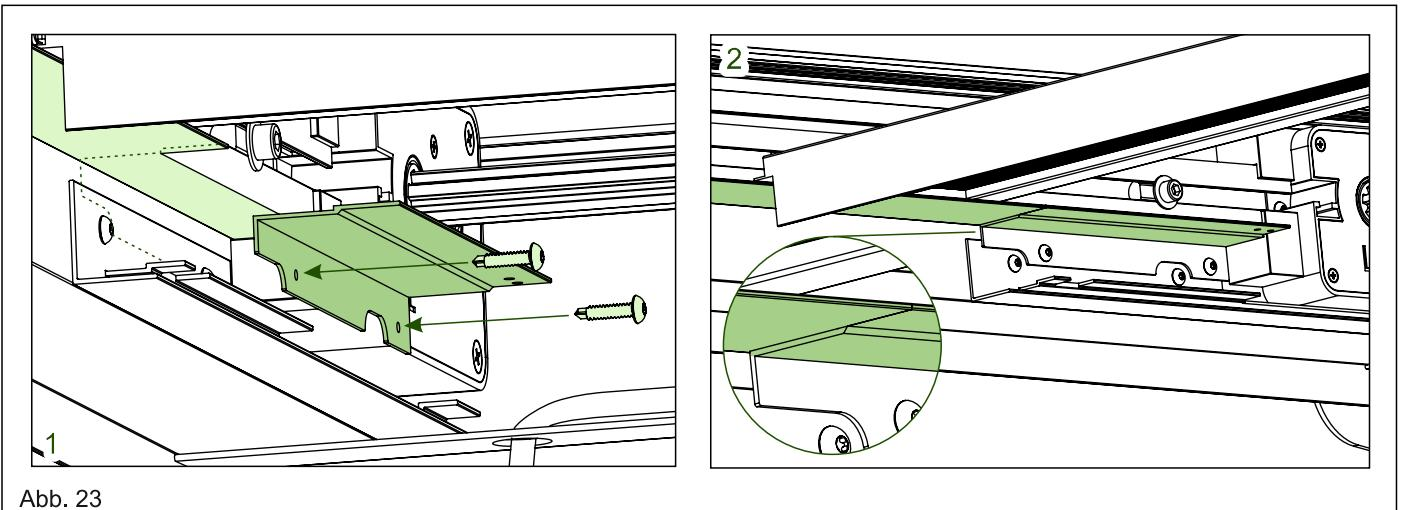

Abb. 23
- 24.** **1.** Befestigen Sie die Laufschienenerweiterungen beidseitig mit jeweils zwei Schrauben an den vorgesehenen Öffnungen der Laufschienen. **2.** Achten Sie darauf, dass die äußeren Enden der Erweiterungen bündig mit den Laufschienen abschließen – es darf dabei kein Spalt entstehen. Zudem sollten die Aussparungen der Erweiterungen nach unten ausgerichtet sein. (Siehe Abb. 23)